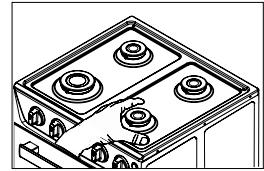

Figura 52
- Retirar tapa y difusor de mesa de trabajo (Ver figura 52).